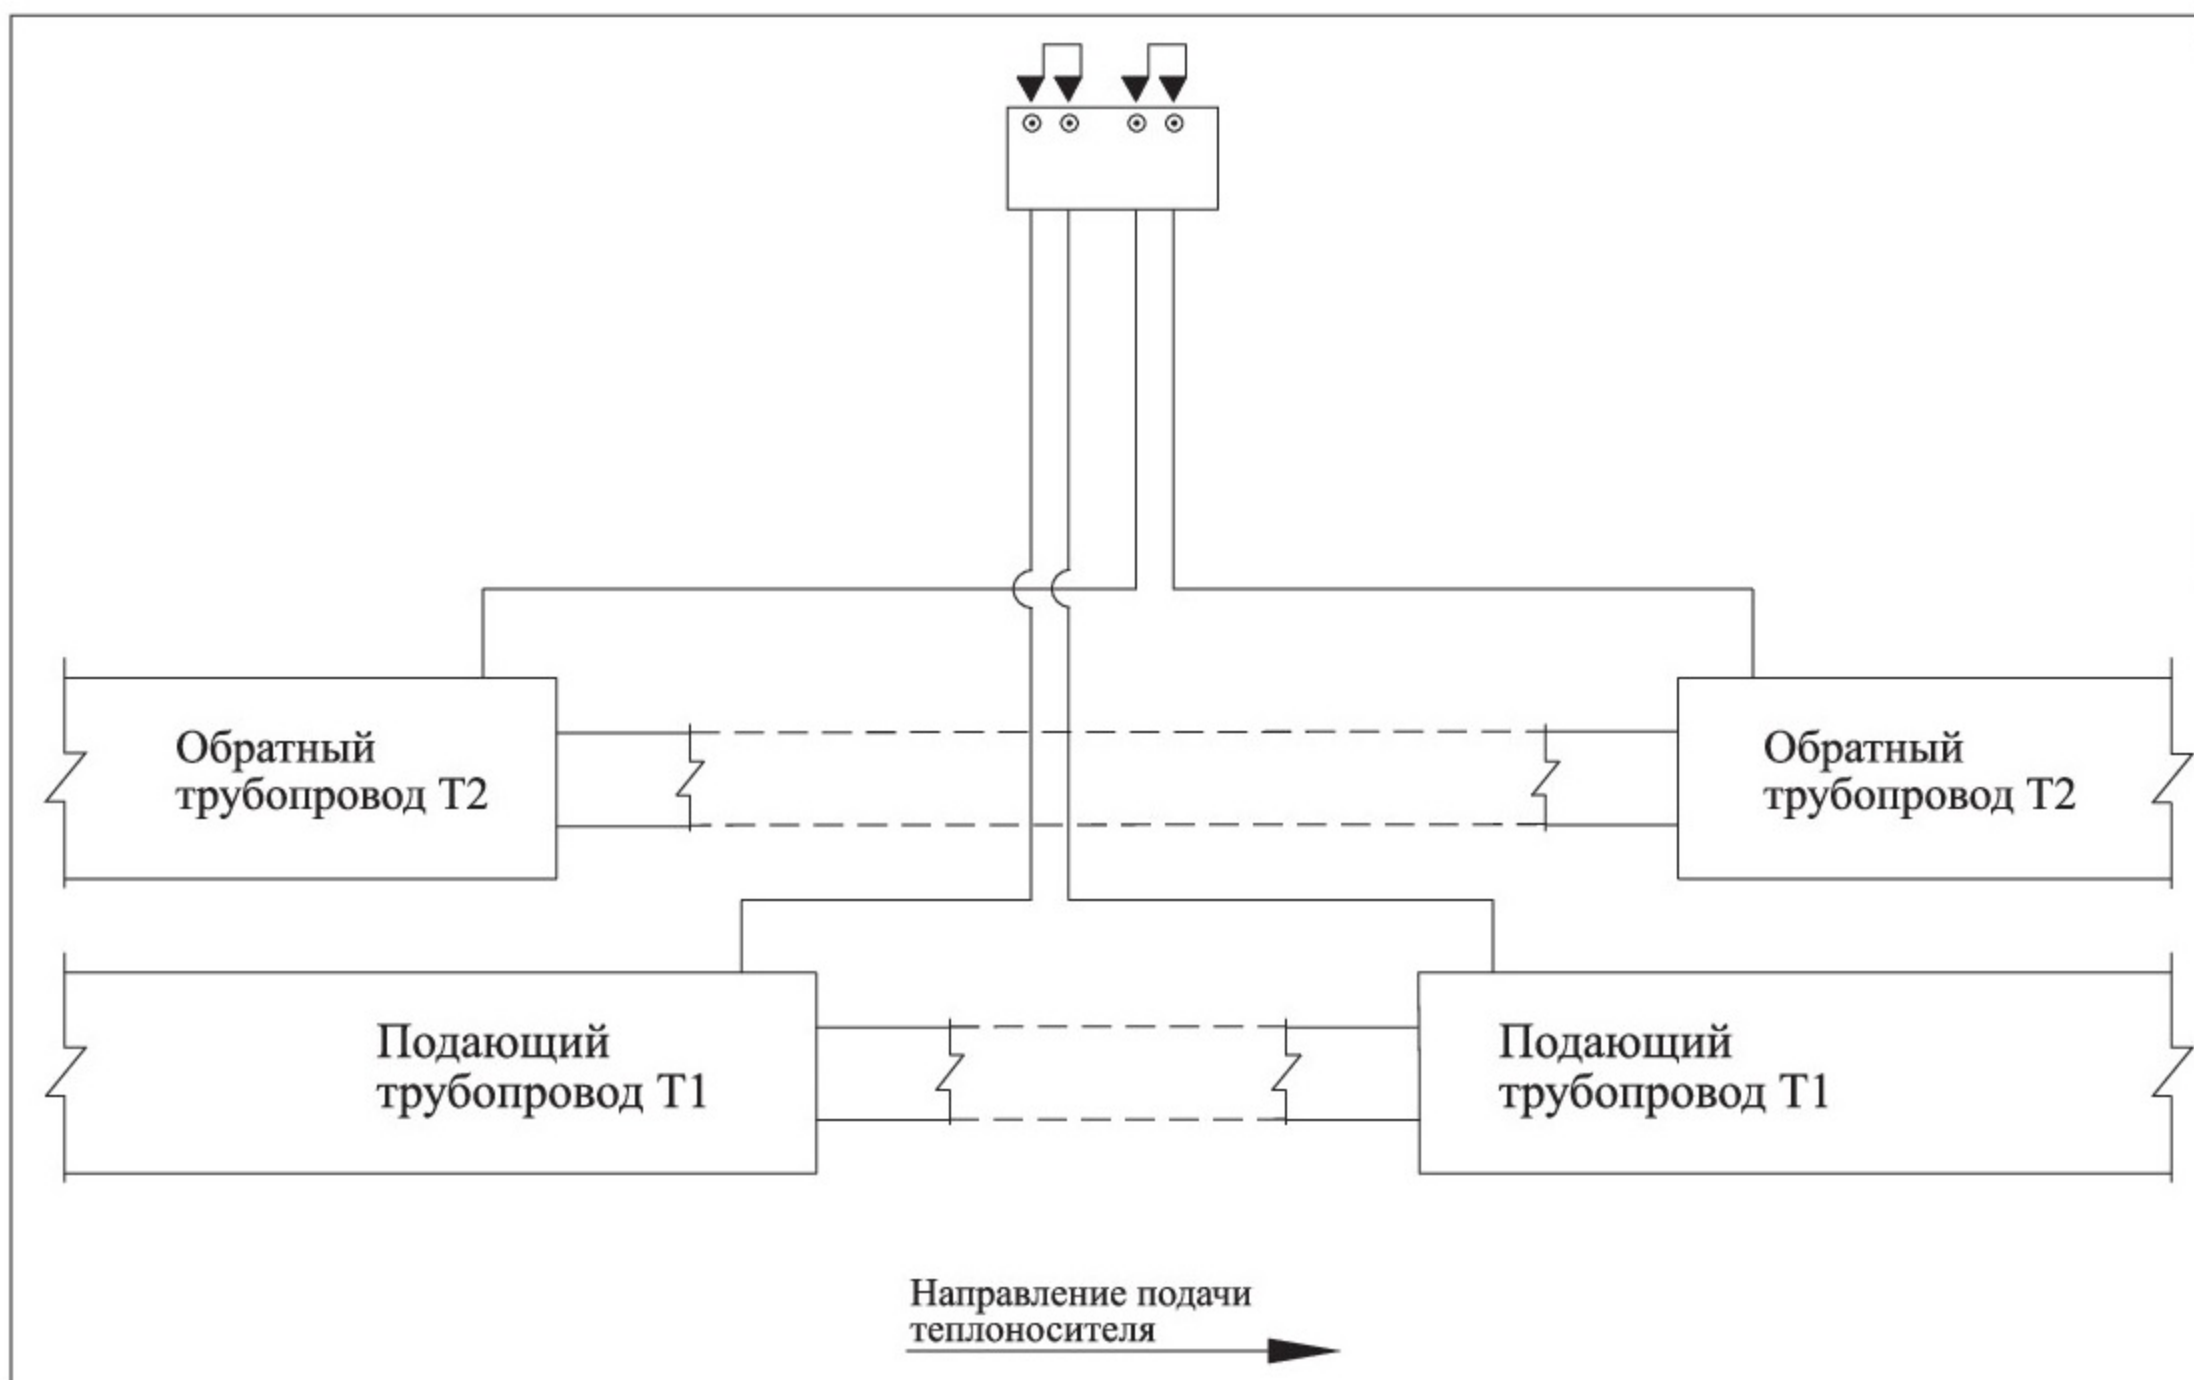

Рис. 5 Соединение двух независимых двухтрубных систем ОДК
- 2.4. Соединение двух независимых двухтрубных систем ОДК, сходящихся с двух сторон в тепловой камере или другом подобном объекте - **Рис. 5, 10.**